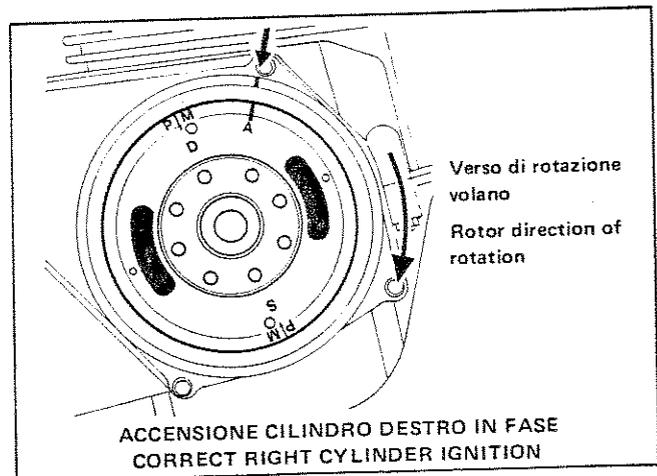

Fig. 179
- 3) Avviare il motore e dirigere la luce della pistola sul volano: se l'anticipo di accensione è esatto al regime di rotazione di 3000 giri/min si vedrà corrispondere uno dei contrassegni del volano marcati A, relativo al cilindro destro o sinistro, con la tacca incisa sul carter (Fig. 179).
- 3) Start the engine and point the strobe light to the rotor: if the ignition timing is correct, at 3000 RPM the rotor reference mark (there is one for the left cylinder and another for the right one A) should be aligned with the crankcase reference mark (Fig. 179).